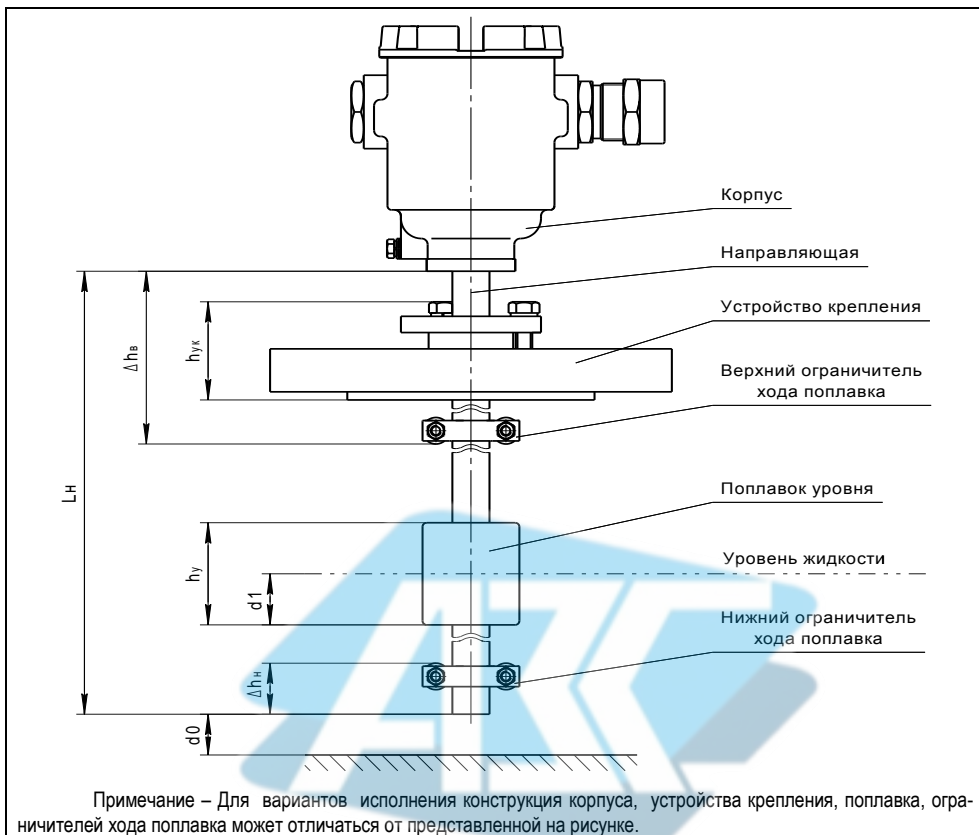

Рисунок 1
1.2.3 Нижний предел измерений уровня H_n (см. рисунок 1) определяется по формуле, мм:
Величина верхней неизмеряемой зоны Δh_b определяет положение верхнего ограничителя хода поплавка (см. рисунок 1). При выпуске из производства по умолчанию она устанавливается равной минимально возможному значению Δh_{bmin} :
1.4.1 Преобразователь (см. рисунок 1) состоит из корпуса, соединённого с направляющей, на которой устанавливаются: устройство крепления, поплавков уровня и ограничитель хода поплавка.